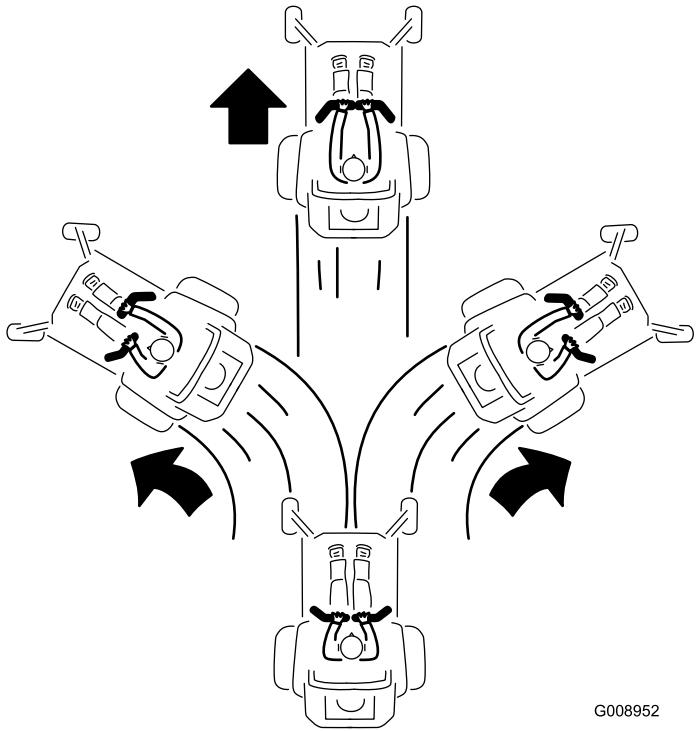

Figura 24
- Per fare marcia avanti spingete lentamente in avanti le leve di controllo del movimento (Figura 24).